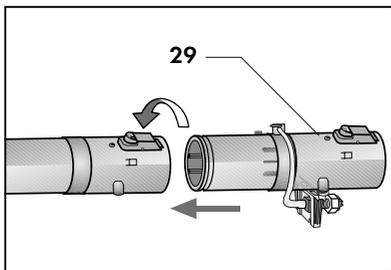

Fig. 13
- insertar el extremo hembra del tubo de extensión en el extremo macho del vaporizador girando el anillo de bloqueo del tubo de extensión. (**Fig. 13**)